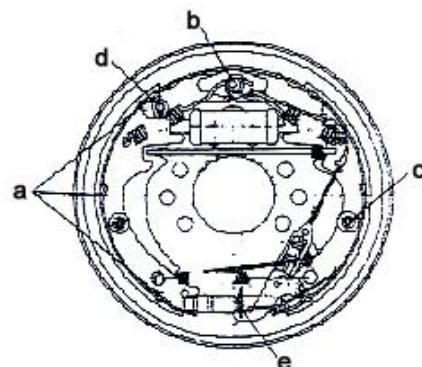

Рис. 2-25
- (1) Смажьте чашу и поршень тормозного цилиндра тормозной жидкостью, затем соберите поршневую пружину, манжету, поршень, защиту в нужной последовательности.
- (2) Установите тормозной цилиндр на тормозном щитке.
- (3) Установите тормозной щиток на ведущей оси.
- (4) Покройте места, указанные на рис. 2-25 термостойкой смазкой, будьте осторожны, чтобы не размазать масло на фрикционных накладках.
- (5) Используйте Е-образное стопорное кольцо, чтобы закрепить трос стояночного тормоза.